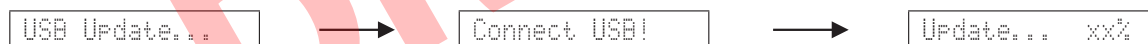

Fig. 2
3. The USB UPDATE mode is activated and "USB Update" is displayed. Writing of the firmware starts automatically. (Fig. 2)
3. USB UPDATE モードが起動し、“USB Update” が表示されて、ファームウェアの書き込みが自動的に開始されます。(Fig. 2)